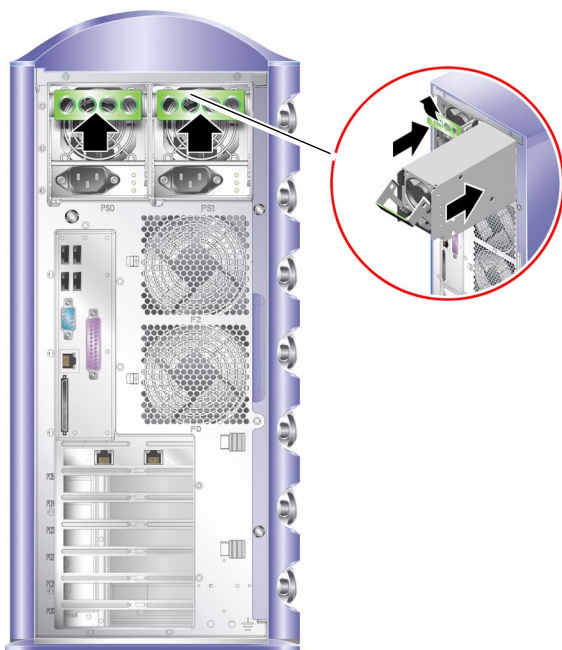

РИС. 1-9 Замена блока питания
8. **Нажмите на ручку до щелчка. См. РИС. 1-9.**